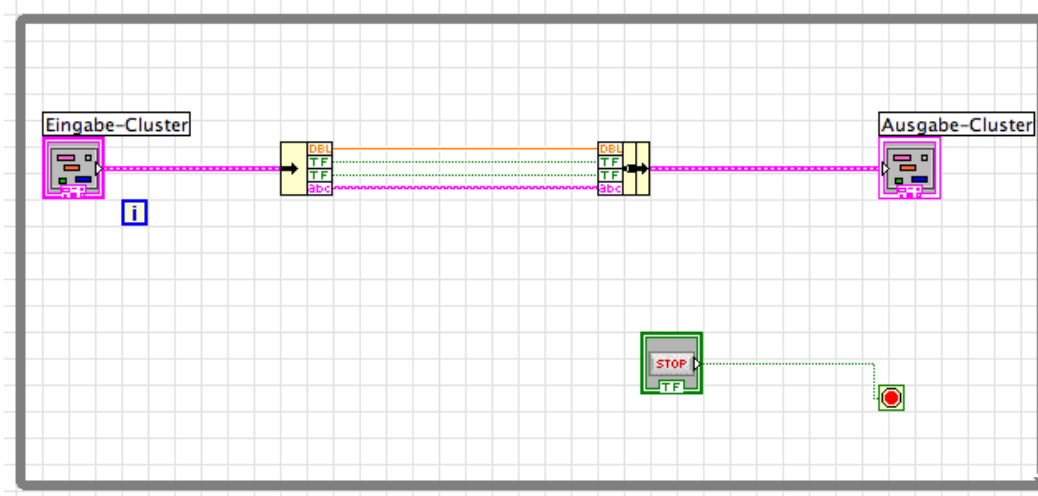

ABB.5.16
- Baue das in der Abb. 5.16 dargestellte Blockdiagramm auf (Eingabe-Cluster, Aufschlüsseln, Bündeln, Ausgabe-Cluster)